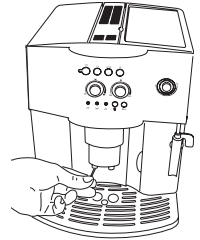

Figure 21
- Pour les nettoyer, grattez avec soin les résidus de café secs du bec verseur avec une aiguille (Figure 21).